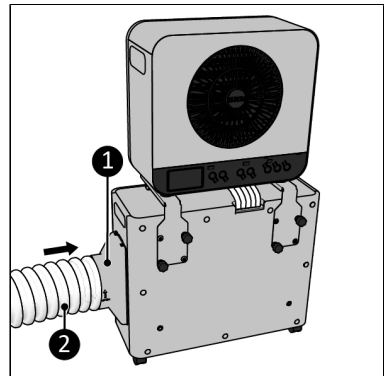

Abbildung 58.
9. Schließen Sie den Adapter (Abbildung 58, Pos. 1) an die Seite des Außengeräts (Abbildung 58, Pos. 1) an.
10. Dehnen Sie den Wärmeabfuhrschlauch (Abbildung 58, Pos. 2) an einem Ende leicht und schrauben Sie ihn (gegen den Uhrzeigersinn) auf den Adapter.
3. Der Adapter (Abbildung 58, Pos. 1) und der Wärmeabluftschlauch (Abbildung 58, Pos. 2) müssen seitlich am Außengerät angeschlossen werden.